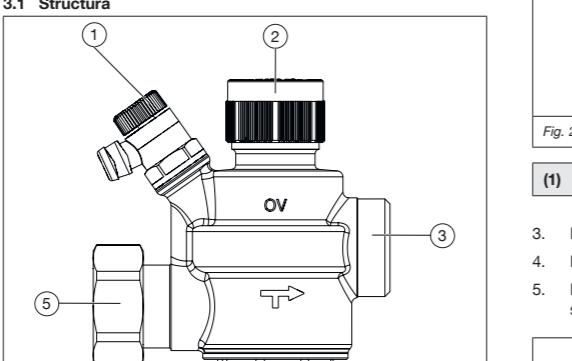

Fig. 2: Modul de service
2. Pentru demontare setați actuatorul pe modul de service (vezi fig. 2). Prin aceasta, actuatorul se ridică și facilitează astfel demontarea.